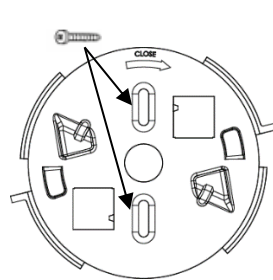

Figura 8
3. Con los orificios de montaje como plantilla, fije el soporte de montaje a la superficie de montaje (*ver la Figura 8*).